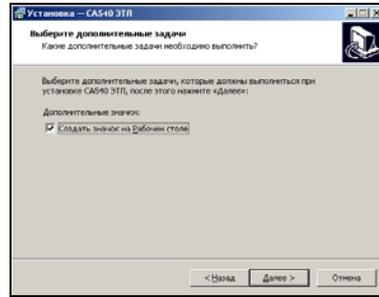

Рисунок 8.4
4) На экране появится окно (рисунок 8.4). Сделать установку, как показано на рисунке, либо отказаться от создания значка на Рабочем столе, затем щелкнуть по кнопке **Далее**.